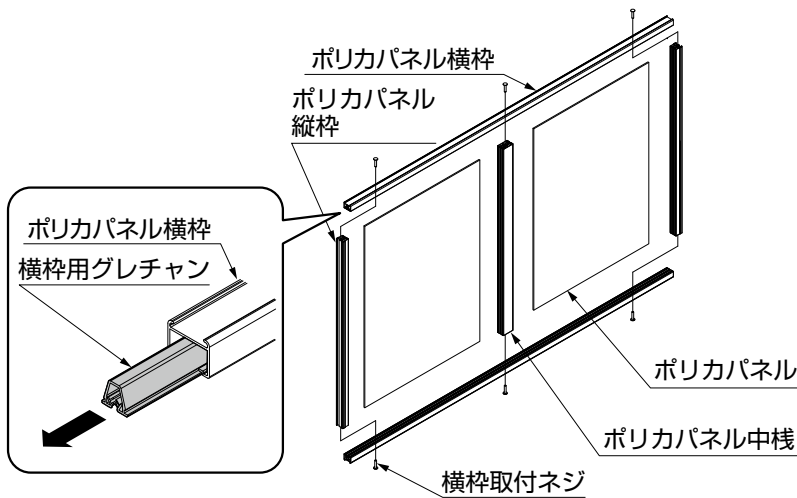

図15-15
- ①ポリカパネルを分解してください。
- ②ポリカパネル横枠から横枠用グレチャンを取出してください。(図15-15参照)